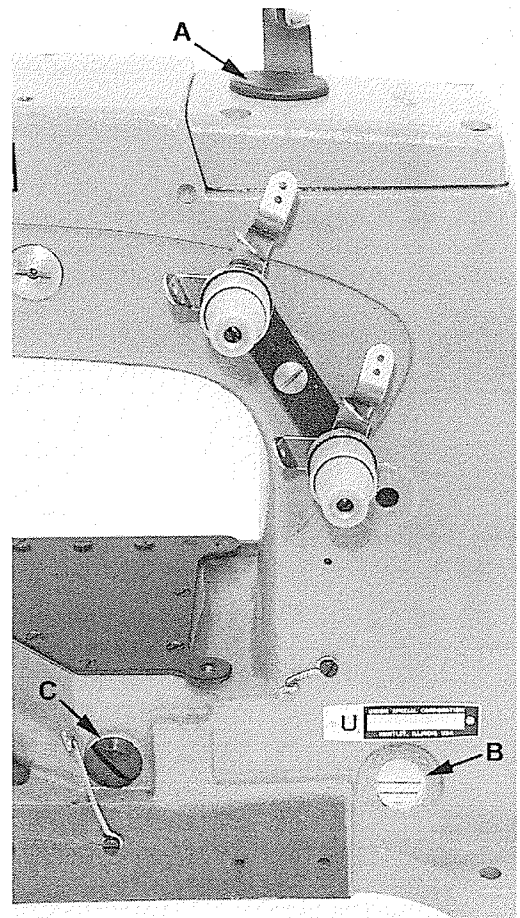

Fig 2
Antes de poner la máquina en marcha, póngale aceite en el tornillo (A, Fig. 2). Revise el indicador (B) mientras esté llenando la máquina con aceite. El nivel de aceite apropiado será alcanzado cuando aparezca en el centro entre las 2 líneas rojas en el indicador (B). Se recomienda siempre chequear el nivel de aceite antes de poner la máquina en marcha para asegurarse que la máquina esté llena con aceite justo entre las 2 líneas roja.